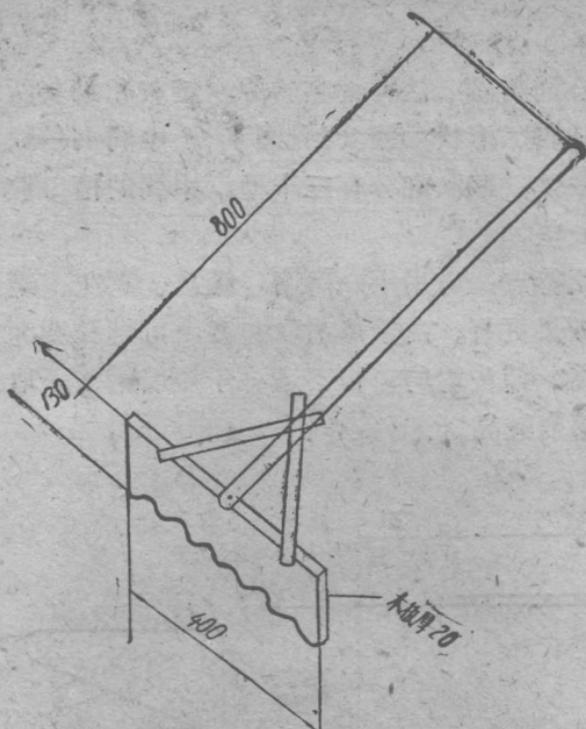

图 5 木制灰耙图
3. 木制灰耙：木制灰耙制作极簡單，用厚2厘米、寬13厘米、長40厘米的木板制成。下部做出槽口，上部釘木柄即可（见图5）。适用于基础和較寬的墙身。鋪灰时将灰浆直接倒在磚面上，然后用灰耙鋪开，效率較高。